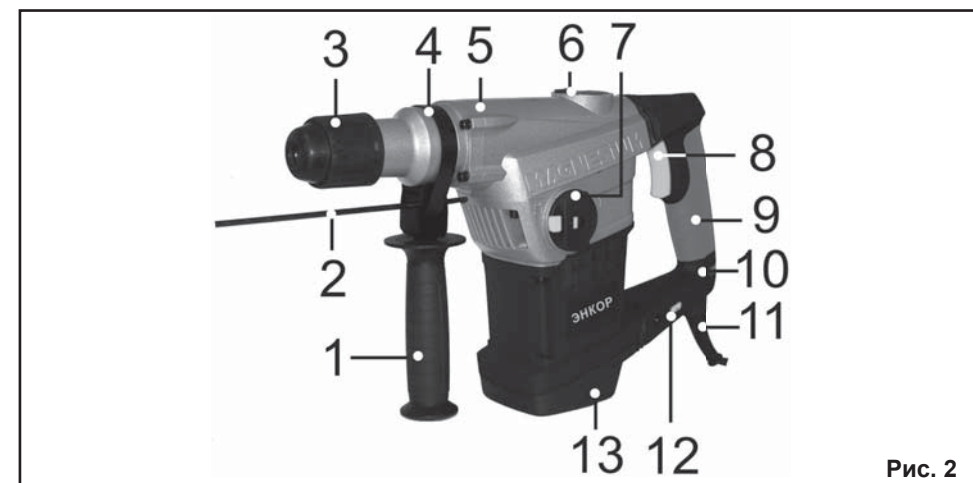

Рис. 2
6. УСТРОЙСТВО ПЕРФОРАТОРА (Рис.2)
7. СБОРКА (Рис.2)
7.2. Отверните дополнительную рукоятку (1) на несколько оборотов. Вставьте ограничитель глубины сверления (2) в специальное отверстие на рукоятке (1). Зафиксируйте установленное положение ограничителя глубины сверления (2) вращением рукоятки (1) по часовой стрелке.
8. ПОДГОТОВКА К РАБОТЕ И РЕГУЛИРОВКА (Рис.2)